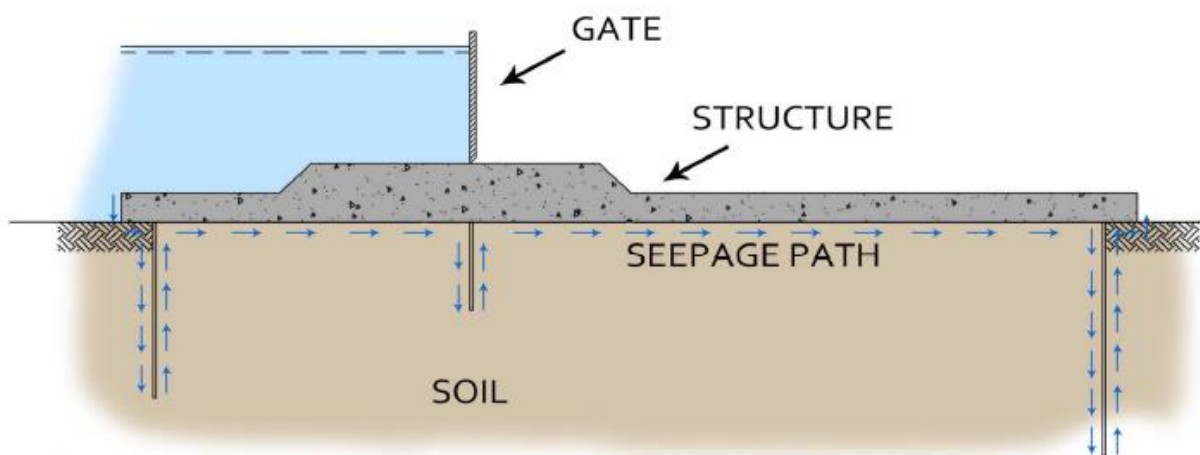

Figura 161.26- Esquema de piping
*Piping* é um fenômeno de escoamento de água sob a barragem que se torna um problema, pois, as partículas são erodidas e a erosão aumenta e os vazios no solo começam a ficar cada vez maiores, formando um tubo (*piping*) de montante para jusante conforme Figura 161.26.